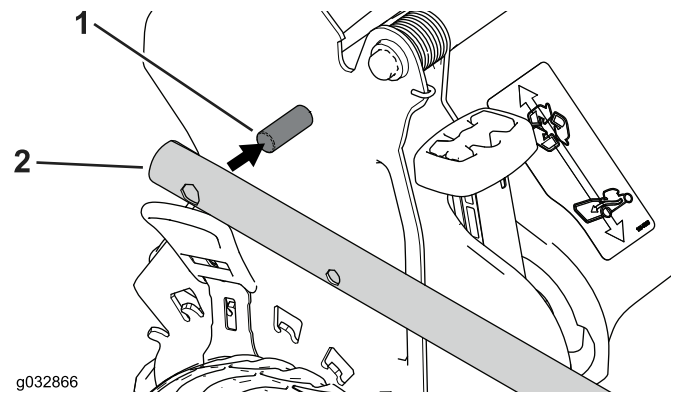

Figura 4
2. Montate le estremità della stegola sull'alloggiamento del tosaerba, in modo che il perno applicato a ciascuna staffa della stegola si trovi nel foro inferiore della relativa estremità della stegola (Figura 4).